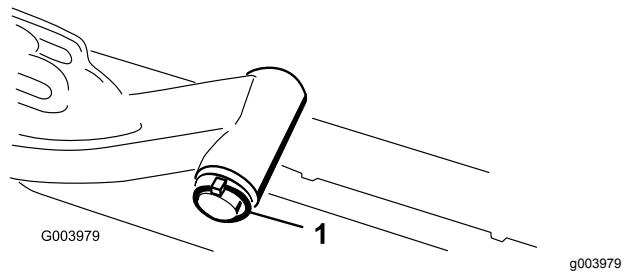

Figure 12
- A. Retirez la goupille à anneau et la rondelle qui fixent l'axe de pivot du bras de levage au bras de levage, et sortez l'axe de pivot du bras de levage (Figure 12).
C. Insérez l'axe du bras de levage dans le bras de levage et fixez-le à l'aide de la rondelle et de la goupille à anneau (Figure 12).